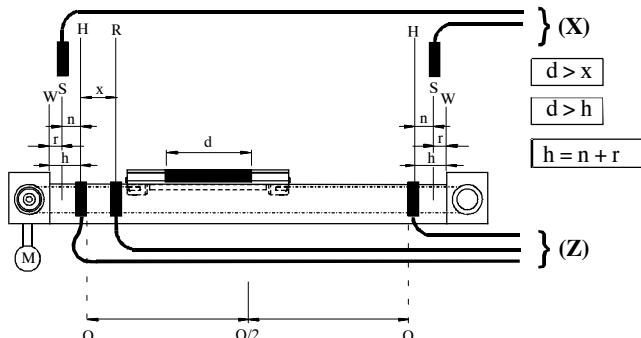

Рис. 25
- Используйте флаги переключения длиной d (\Rightarrow Рис. 25).
1. Установите **предохранительные концевые выключатели** в механических конечных положениях (W) в соответствии с Рис. 25.
2. Затем установите каретку на расстоянии h (резерв хода) от механического конечного положения ($h = n + r$) → Рис. 25.
- Оставляется тормозной путь длиной p между точкой срабатывания аппаратного концевого выключателя и точкой срабатывания предохранительного концевого выключателя (→ также Рис. 25).
- Несмотря на переход конечного положения (S) предохранительные концевые выключатели срабатывают до достижения механического конечного положения (W).
Есть точка, в которой одновременно срабатывают датчик точки отсчета и ближайший к двигателю аппаратный концевой выключатель ($x < d$, → Рис. 25).